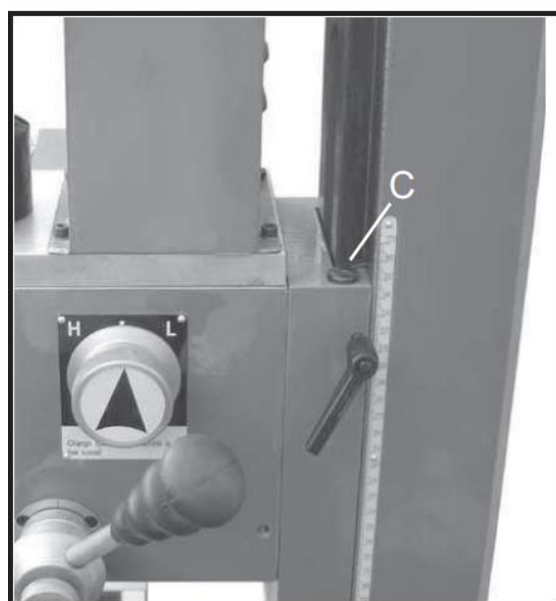

Рис. 17
1. Винт регулировки горизонтального клина (А, Рис. 16) расположен в правой задней части стола. Винт регулировки поперечного клина (В, Рис. 16) расположен на правой стороне суппорта под столом. Винт регулировки вертикального клина (С, Рис. 17) расположен на стойке.